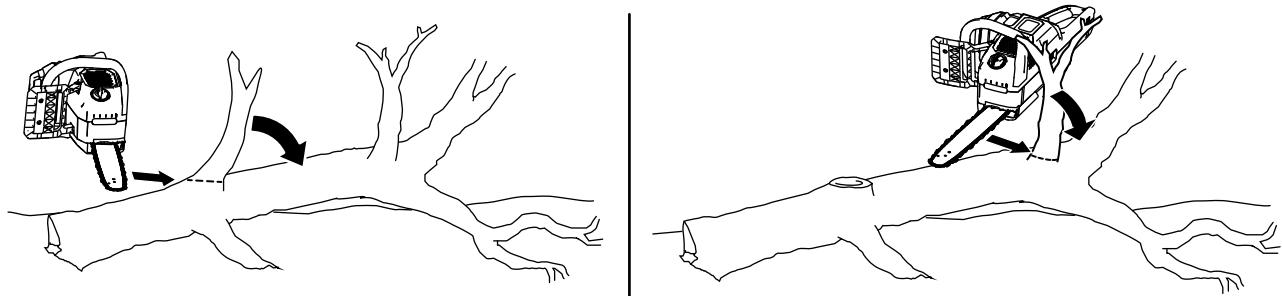

Figura 17
2. Trabajando desde la base del árbol hacia arriba, corte las ramas más pequeñas que no soportan el peso del árbol sobre el suelo (Figura 17).